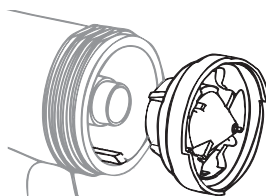

FIGURA 9.9
- Desenrosque a porca união, retire o regulador de tinta e o bico pulverizador. Limpe o regulador de tinta e o bico pulverizador com um pincel com solvente ou água (ver Figura 9.9);